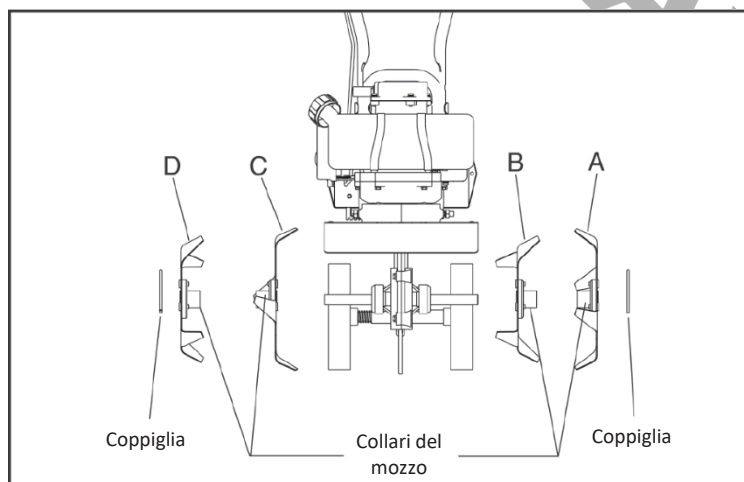

Figura 3 (vista frontale)
2. Far scorrere il dente esterno "A" e il dente "D" su ciascuna estremità dell'albero. I denti devono essere installati nell'ordine corretto, in modo che siano posizionati da sinistra a destra A, B, C, D, visti dalla posizione dell'utente sul mini coltivatore. Assicurarsi che i collari dei mozzi delle coppie di denti di destra e di sinistra siano rivolti l'uno verso l'altro, in modo che vi sia una distanza adeguata tra le lame dei denti. (Vedere Figura 3).